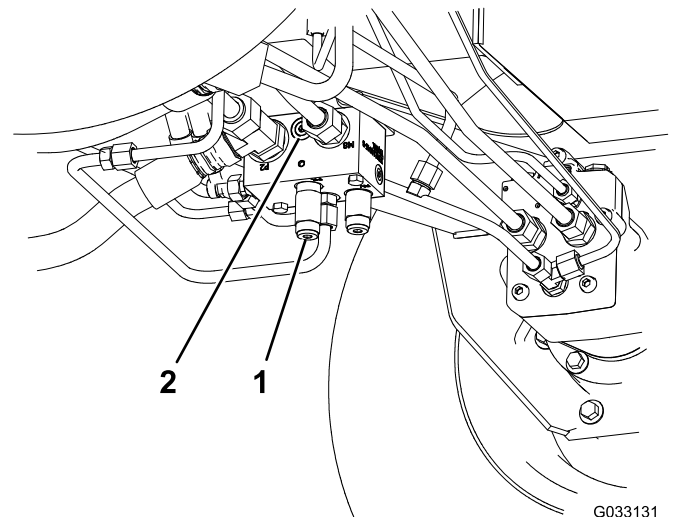

Figura 39
- Pieza Toro N° 95-0985, empalme (2)
- Pieza Toro N° 340-77, acoplamiento hidráulico (2)
1. Instale un acoplamiento diagnóstico en el orificio sin marcar que está situado entre los orificios M8 y P2 del colector de tracción trasera (Figura 39).